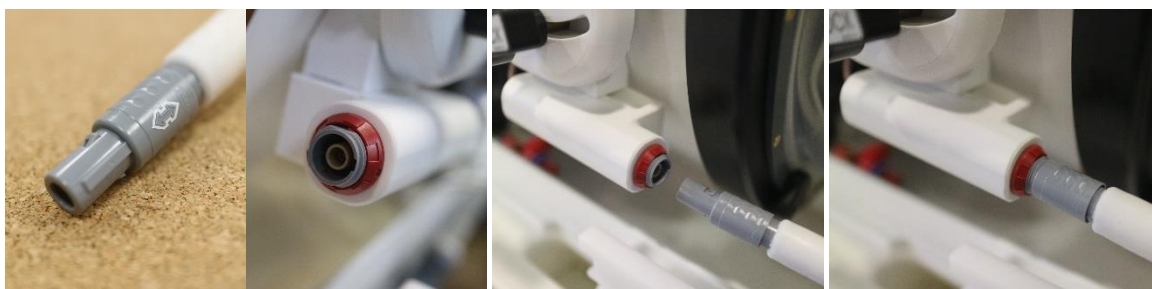

Bild 1-22: Spolkontakttdon som ansluts till spolkontaktuttaget (enbart i illustrationssyfte).
- Sätt in adaptrarna i de avsedda fästhålén på stolparna och stången från ramens insida (se **Bild 1-22**)